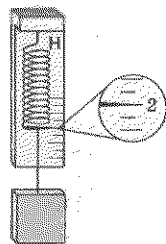

Рис. 2
- 7*. Знайдіть густину речовини, з якої виготовлено кубик (рис. 2). Ребро кубика дорівнює 4 см.